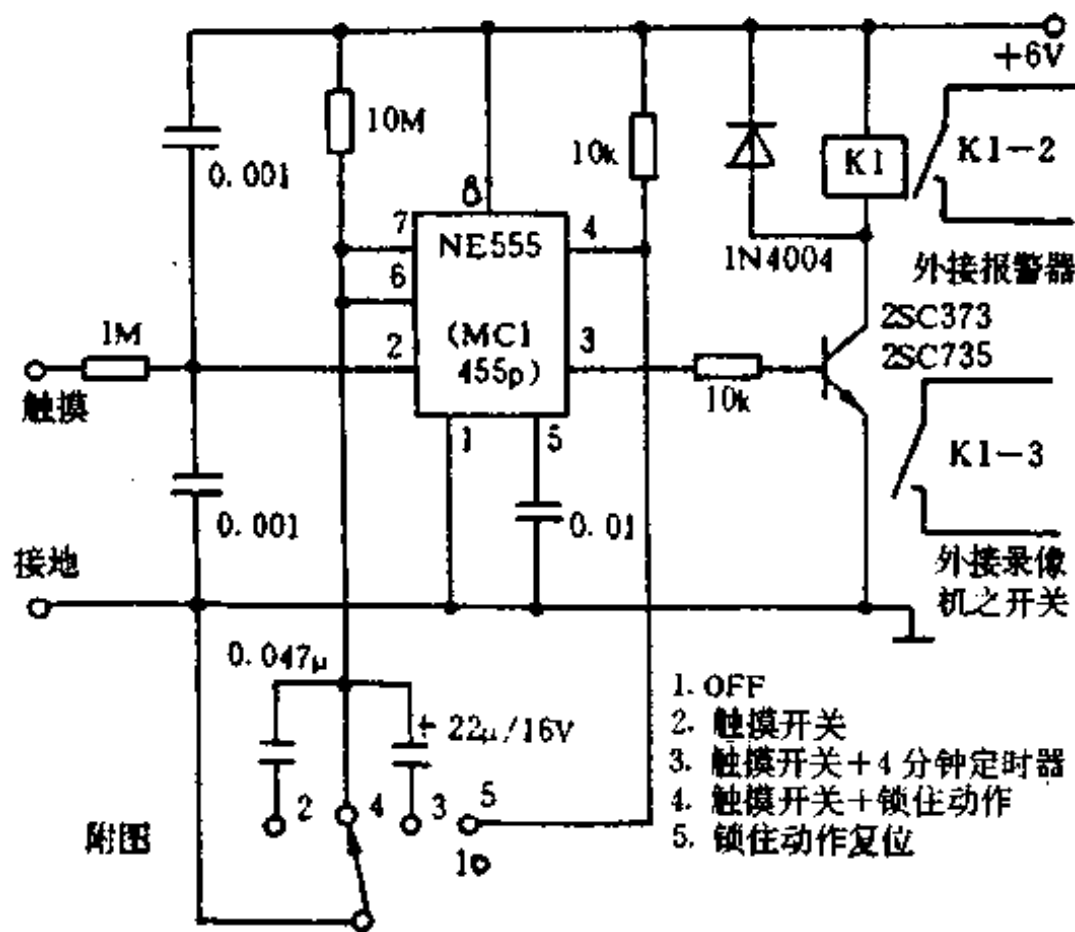

图 1-173
本电路具有三种功能:①开关只在触摸时才动作;②稍加触摸,就会有约 4 分钟定时的开关作用;③一旦触摸,开关便保持接通,而且在未经本电路之开关复位前绝不中断,电路如图 1-173 所示。